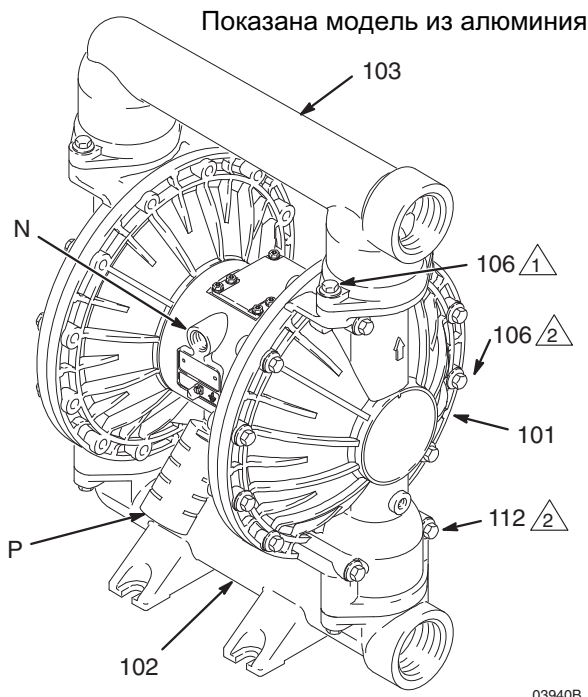

Рис. 3
- Насос очень тяжелый. Если его необходимо переместить, привлечите к процедуре подъема двух человек, которые должны крепко взяться за выпускной коллектор (103). См. раздел Рис. 3 на стр. 10.